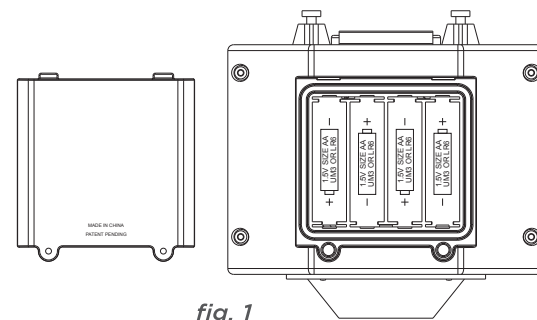

fig. 1
5. Loosen the metal thumb screws on the battery compartment door and temporarily remove the door. Install 4 AA alkaline or lithium batteries (not included) in the proper direction shown in each of the battery positions. Do not mix alkaline batteries with lithium or other rechargeable batteries (fig.1).
5. Desserrez les vis à oreilles métalliques de la porte du compartiment des piles, puis retirez la porte temporairement. Installez 4 piles alcalines ou au lithium AA (non incluses) en respectant l'orientation indiquée pour chaque pile. N'utilisez pas des piles alcalines avec des piles au lithium ou rechargeables (fig. 1).